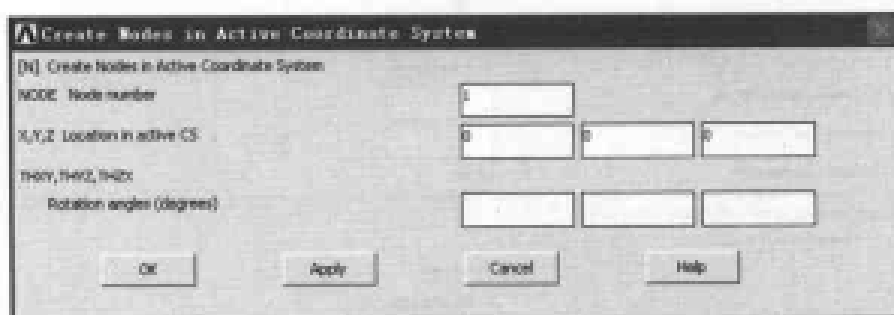

图 11-4 生成节点对话框
(1) 选择 Main Menu | Preprocessor | Modeling | Create | Nodes | On Active CS 命令, 出现 Create Nodes in Active Coordinate System 对话框。在 NODE Node number 文本框中输入 1, 在 X,Y,Z Location in active CS 文本框中依次输入 0、0、0, 如图 11-4 所示。